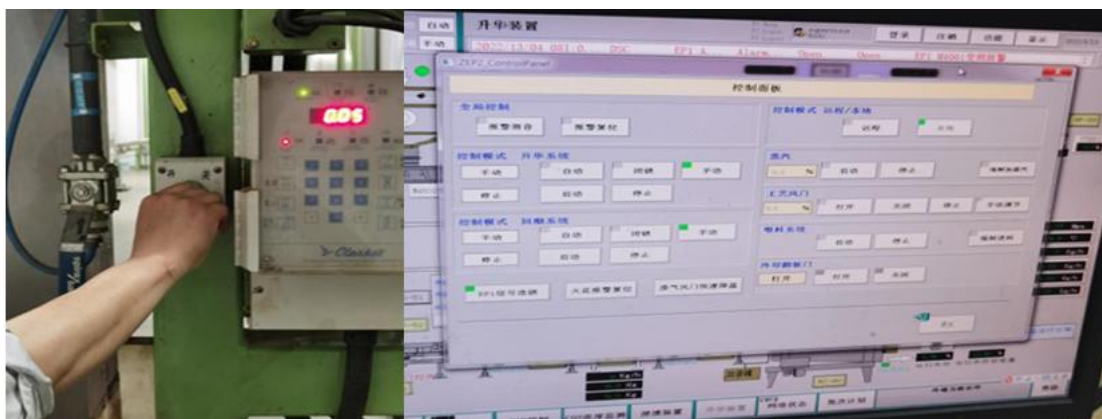

图 2-2
2、中控室上位机启动进入热端操作界面并登录后消音复位将控制台升华装置选择“手动”状态，在本地开关处先启动进料气锁并手动打开冷却振槽翻板门。（图 2-2）